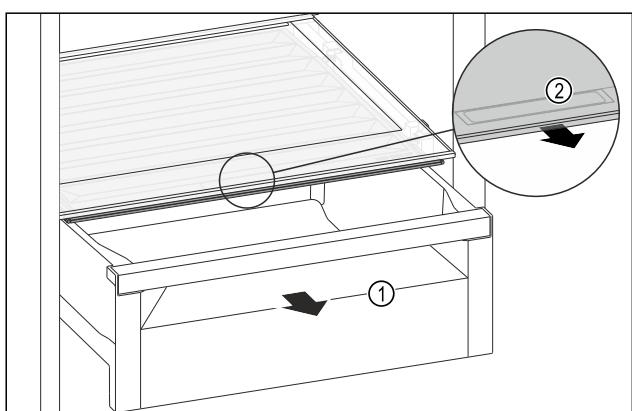

Fig. 108
- Изтеглете чекмеджето Fig. 108 (1).
► Хванете вдълбнатия захват Fig. 108 (2) на капака на отделението и едновременно с това издърпайте напред капака на отделението.